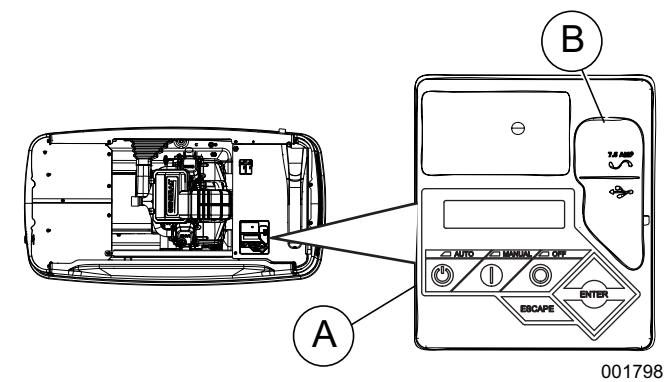

Figura 3-6. Panel de control del generador
Consulte la **Figura 3-6**. La interfaz del panel de control (A) está situada debajo de la cubierta del gabinete. Verifique que los cierres derecho e izquierdo estén desbloqueados antes de intentar levantar la cubierta del gabinete. Abra la cubierta como se indica en **Apertura de la cubierta**.